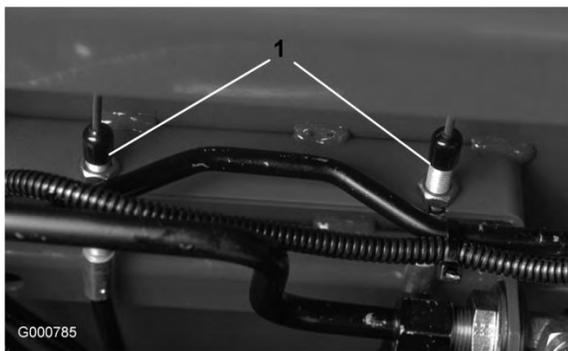

Bild 75
2. Lockern Sie zum Reduzieren des Spiels der Bremspedale die vordere Mutter am Gewindeende des Bremszugs (Bild 75). Ziehen Sie dann die hintere Mutter an, um den Zug nach hinten zu bewegen, bis die Bremspedale 1,25 bis 2,5 cm Spielraum haben. Ziehen Sie die vorderen Muttern fest, wenn die Bremsen einwandfrei eingestellt sind.